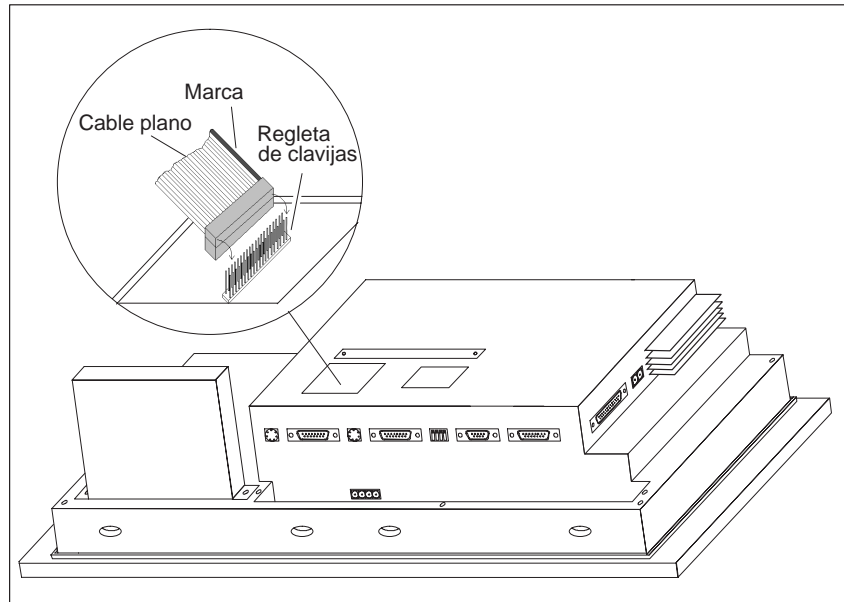

Figura 18-5 Enchufar el conector del módulo de teclas directas (ejemplo OP37)
3. Enchufe el conector del cable plano del módulo de teclas directas en la regleta de clavijas del OP de modo que el lado marcado de color del cable plano señale hacia el centro del equipo (véase figura 18-5).